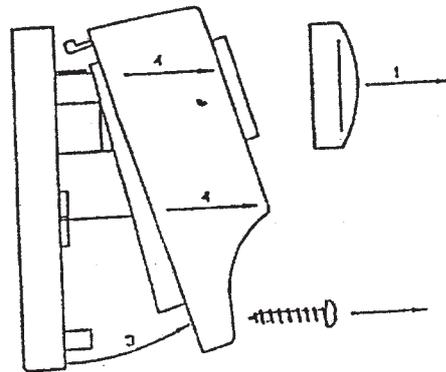

Fig. 2
3. Drehknopf anziehen, Schrauben am Deckel lösen, Deckel abnehmen (Fig.2)